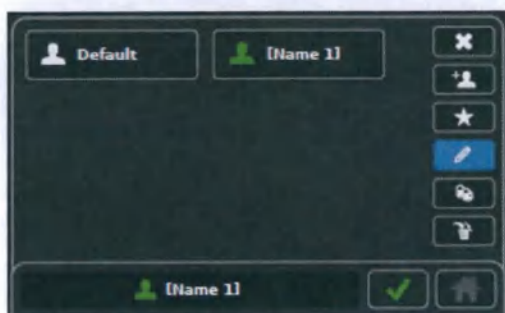

Рисунок 61 — Редактирование предварительно установленных настроек
2. Для редактирования предварительно установленного параметра коснитесь и выберите желаемый предварительно установленный параметр для редактирования. Коснитесь кнопки «РЕДАКТИРОВАТЬ» (рисунок 61).